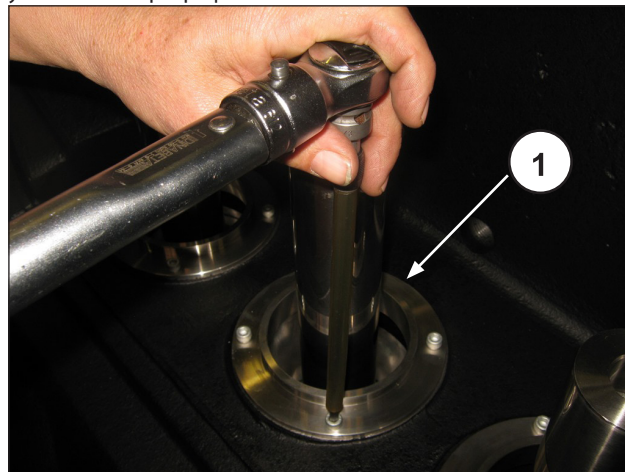

Рис. 160
Затяните четыре винта М6 (поз. ①, Рис. 160) с помощью динамометрического ключа, откалибровав их согласно указаниям параграфа 3.